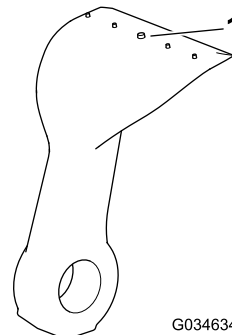

Figura 78
- Controllate ogni lama per escludere usura eccessiva utilizzando la linea di usura (Figura 78). Quando una lama è usurata fino alla linea di usura, sostituirla.